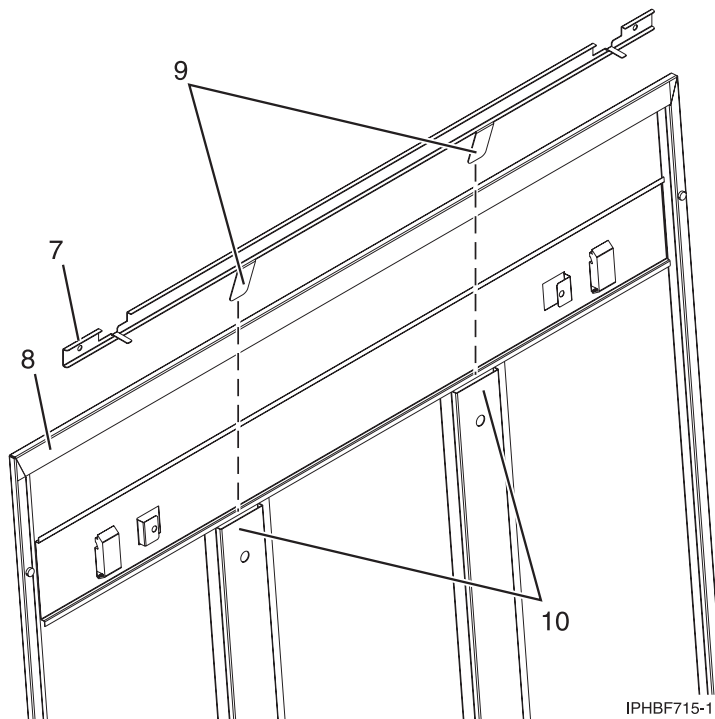

Abbildung 55. Sicherheitsschiebeleiste installieren
- b. Stellen Sie sicher, dass die flache Seite der Schiebeleistenschiene (7) in Abb. 55 zur Innenseite der Seitenabdeckung (8) zeigt. Setzen Sie die beiden Zungen (9) der Schiebeleistenschiene in die beiden vertikalen Kanäle (10) an der rechten Seitenabdeckung ein.